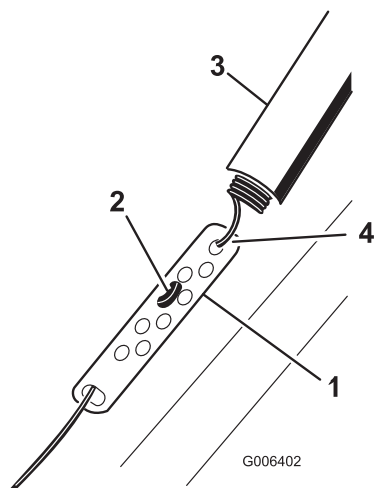

Figure 10
1. Remontez la protection du ressort et décrochez le ressort de la biellette de réglage (Figure 10).
2. Accrochez le raccord en Z à un trou plus haut ou plus bas sur la biellette de réglage de manière à obtenir un espace de 2 à 3 mm (1/16 à 1/8 po) entre la barre de commande et le guidon (Figure 10).